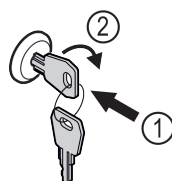

Fig. 131 Voorbeeld
- Sleutel erin duwen Fig. 131 (1).
- Sleutel 90° rechtsom draaien *Fig. 131 (2)*.